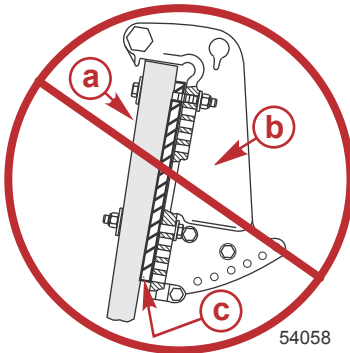

Abbildung 4
- Keine Keile oder Platten zwischen den Spiegelhaltern und dem Spiegel (oder der Hubplatte) installieren. Siehe Abbildung 4.